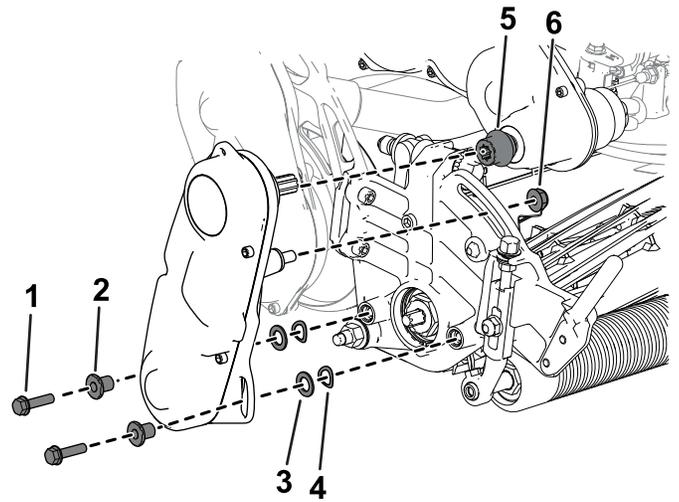

Figure 48
3. Déposez l'entraînement de cylindre de l'unité de coupe (Figure 48) et conservez les fixations.